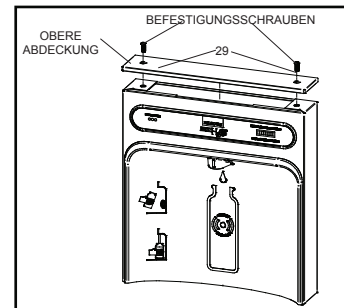
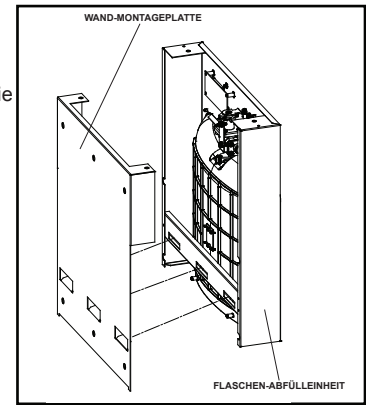

Abbildung 3
Abbildung 6
12. Wenn das Netzkabel, das/die Kabel und die Wasserleitung durch die Öffnung am oberen Ende des Wasserkühlers geführt sind, platzieren Sie den Flaschenabfüller auf den drei (3) abgewinkelten Aufhängvorrichtungen, die von der an der Wand befestigten Wandmontage-Platte abstehen (Siehe Abb. 6).
13. Stellen Sie sicher, dass die runde Erhebung in der Dichtung in die Öffnung des Beckens passt. Wenn der Flaschenabfüller an den Aufhängvorrichtungen der Wandplatte befestigt ist, die Wasserleitung, das/die Kabel und das Netzkabel ordnungsgemäß angebracht sind, drücken Sie das obere Ende des Flaschenabfüllers in Richtung der Wand und richten Sie die zwei (2) Löcher der oberen Abdeckung aus.
14. Befestigen Sie die obere Abdeckung mit zwei Befestigungsschrauben aus Schritt 1 oben wieder am Flaschenabfüller (Siehe Abb. 3). Vorsicht: ziehen Sie die Schrauben nicht zu fest an.